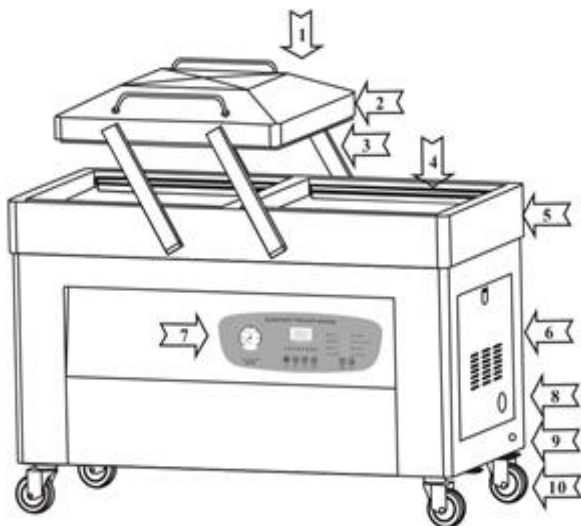

Рис.1
3.1 Двухкамерная вакуум-упаковочная машина серии DZ с электронной панелью управления (Рис.1).